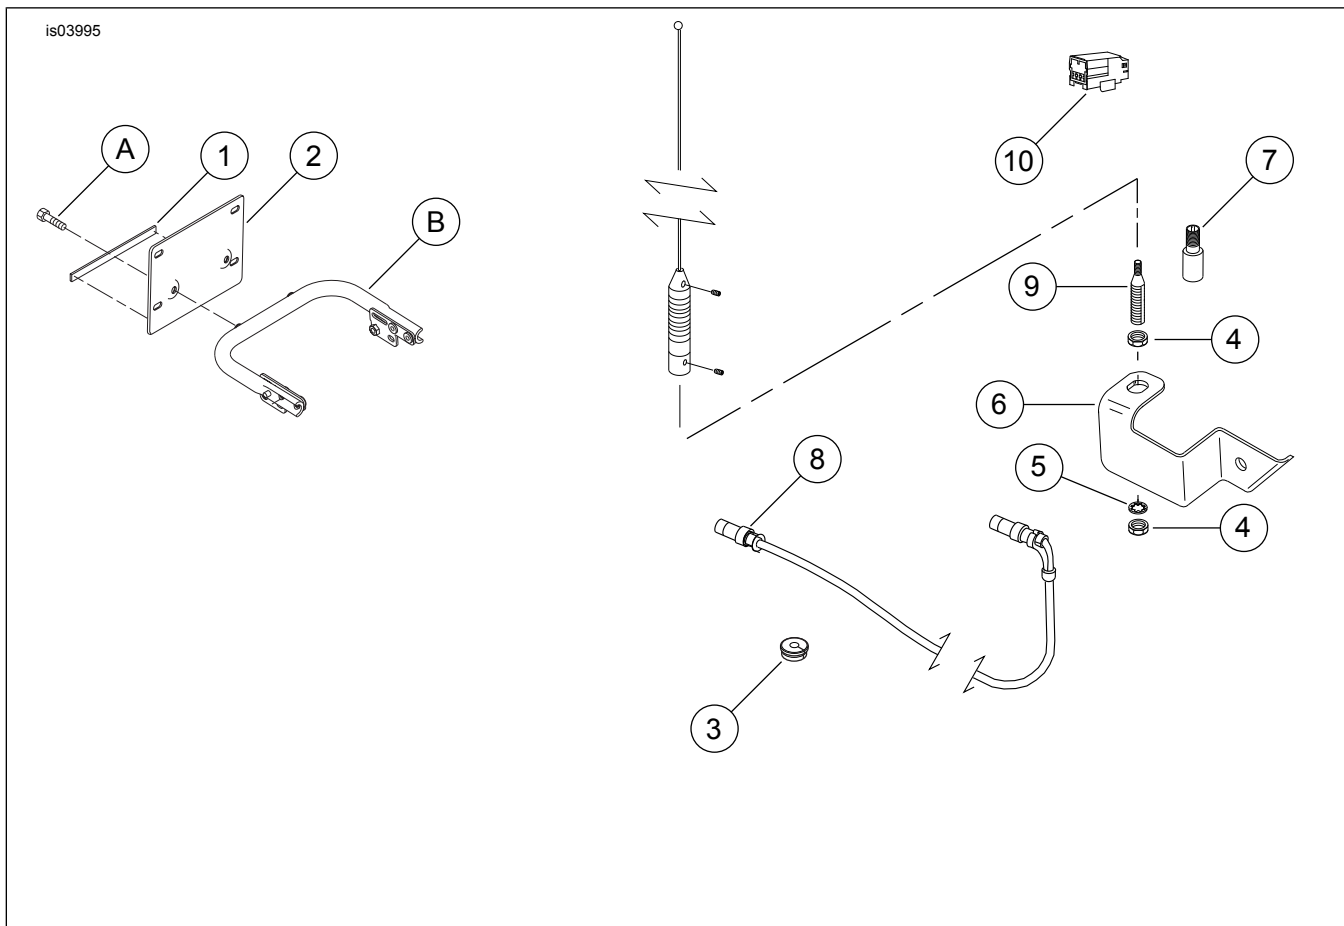

Figura 6. Kit Tour-Pak H-D Detachables per modelli Electra Glide Classic
Vedere Figura 6 e Tabella 1.
1. Vedere Figura 6. Assemblare il gruppo di giunzione (9) con la staffa di montaggio dell'antenna (6) utilizzando la rondella di sicurezza (5) e 2 dadi esagonali (4). Serrare a fondo la bulloneria.
6. Vedere Figura 6. Tappare il connettore del cablaggio inutilizzato con il corpo del connettore (10).
13. Vedere Figura 6. Installare l'occhiello (3) nel foro nel Tour-Pak.